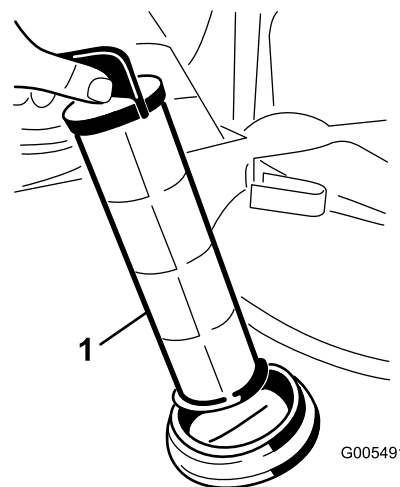

図 67
- ストレーナハウジングタンク内部からストレーナを取り出す 図 67。